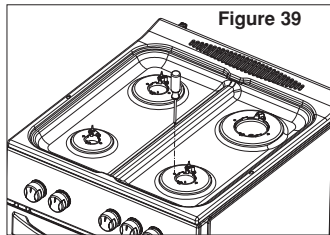

Figure 39
1. Enlevez les huit (8) vis fixant les brûleurs sur le plan de cuisson (Figure 39).